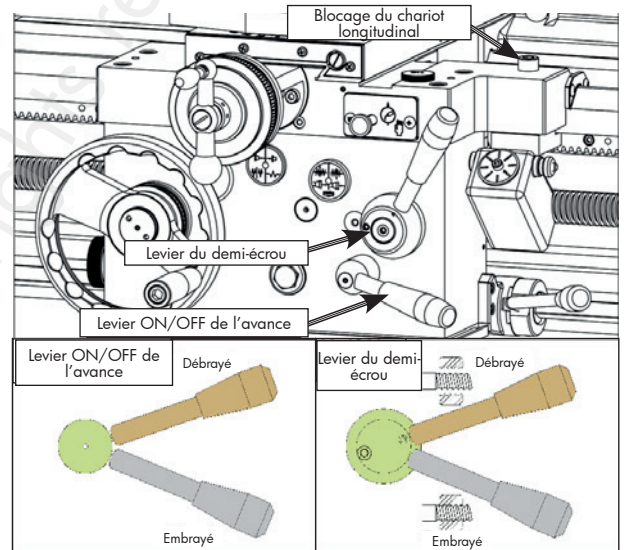

Fig. 25 Levier du demi-écrou et levier d'avance du chariot en position débrayée
6. Tirez le levier du demi-écrou et le levier d'avance vers le haut pour débrayer le chariot longitudinal, et assurez-vous que le chariot est débloquent. (Figure 25)